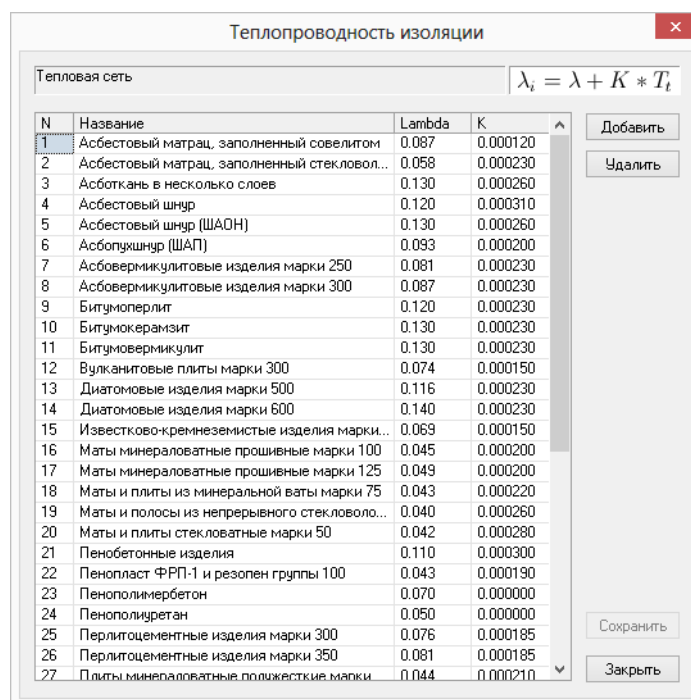

Рисунок 20.36. Окно «Теплопроводность изоляции»
4. Напротив Справочник по изоляции трубопроводов нажмите кнопку . Откроется окно справочника по теплопроводности изоляции. Рисунок 20.36, «Окно «Теплопроводность изоляции»»